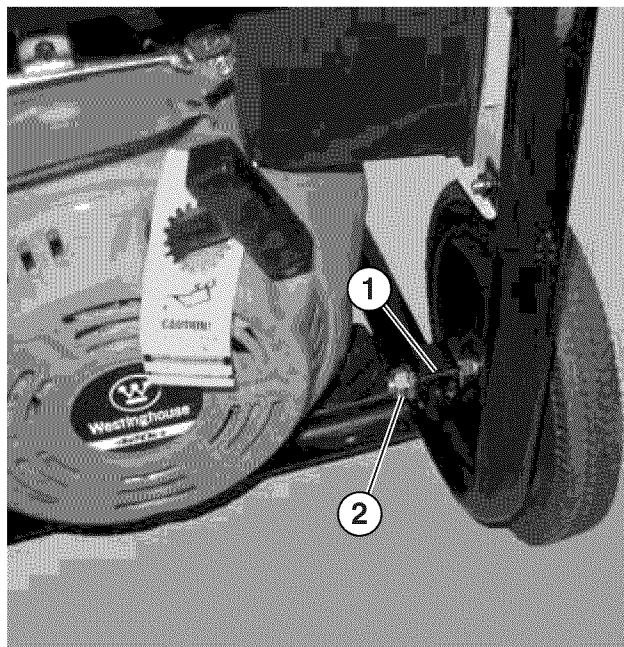

Figura 9 – Ensamble las ruedas al bastidor
- Coloque la rueda con el perno a través del soporte del eje en el bastidor (vea la Figura 9).
- Coloque la tuerca de brida dentada y apriete (vea la Figura 9).